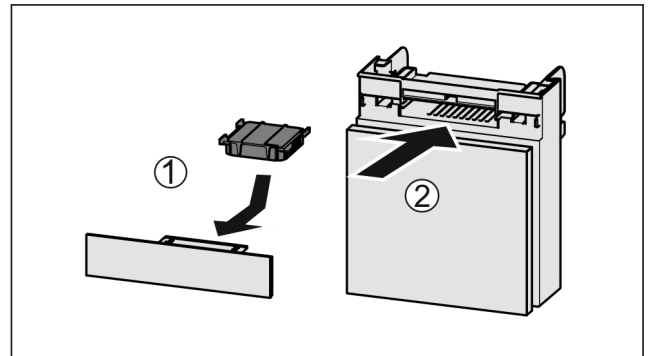

Fig. 109
- ▶ Actiefkoolfilter overeenkomstig afbeelding aanbrengen Fig. 109 (1).
- ▶ Lade erin schuiven Fig. 109 (2).